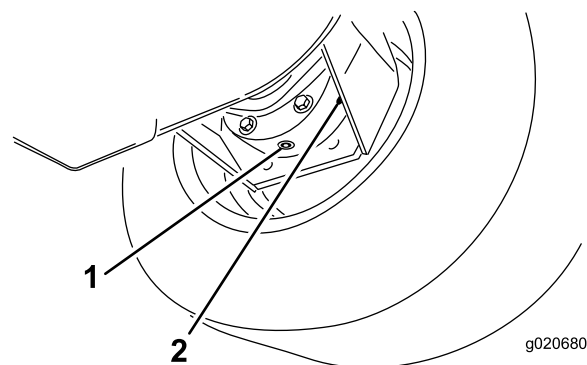

Рисунок 90
3. Подставьте поддон под корпус тормоза, снимите пробку сливного отверстия и дайте маслу стечь (Рисунок 90).